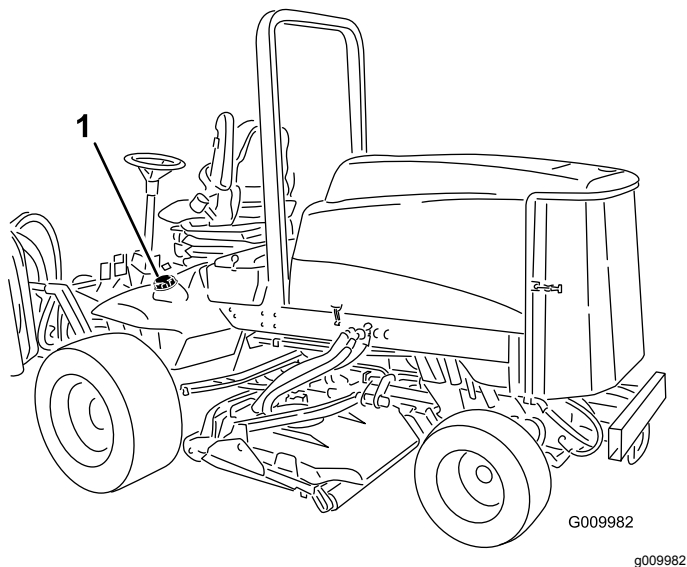

Figura 21
1. Retire a tampa do depósito de combustível (Figura 21).